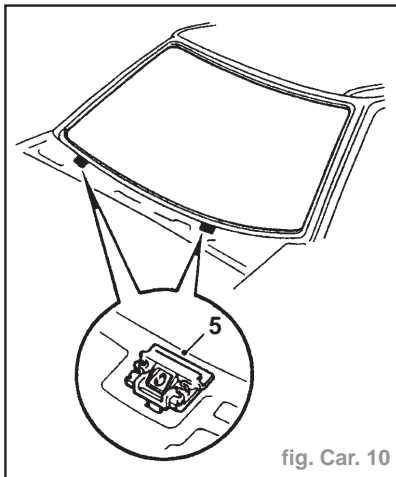

fig. Car. 10
- Poser les entretoises sur l'ouverture. Ne pas installer les vis (5) (fig. Car. 10).